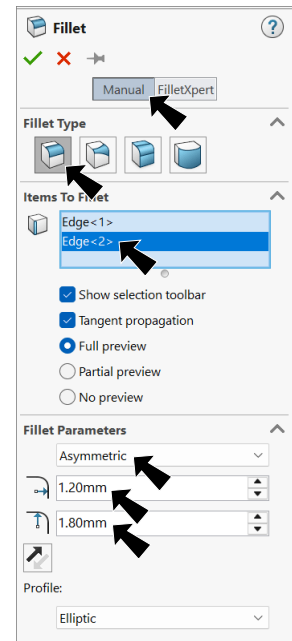

Fig. 25
② select **Manual**, **Fig. 25**